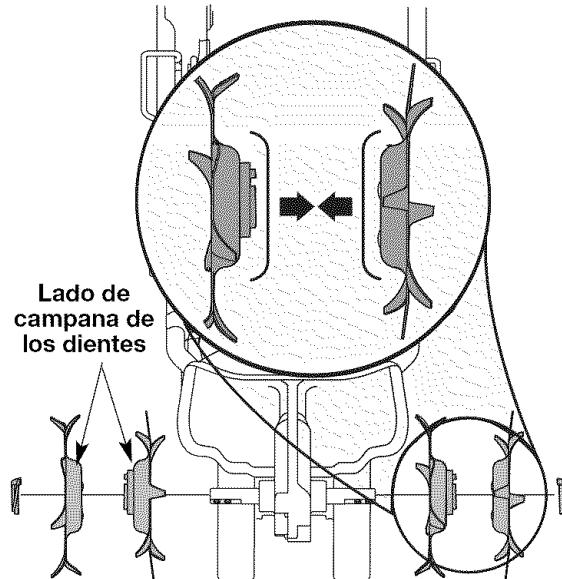

Fig. 9
NOTE: Cada montaje de dientes está estampado con "A" o "B" (Fig. 9). Tome nota de la ubicación de cada diente en el eje para facilitar su montaje de nuevo.
- Los extremos de campana en cada uno de los montajes (en cada eje) deben estar uno frente a otro (Fig. 9).
- El buje de cada montaje de dientes (Fig. 9) debe estar orientado hacia afuera (lejos de la caja de engranajes de la cultivadora).